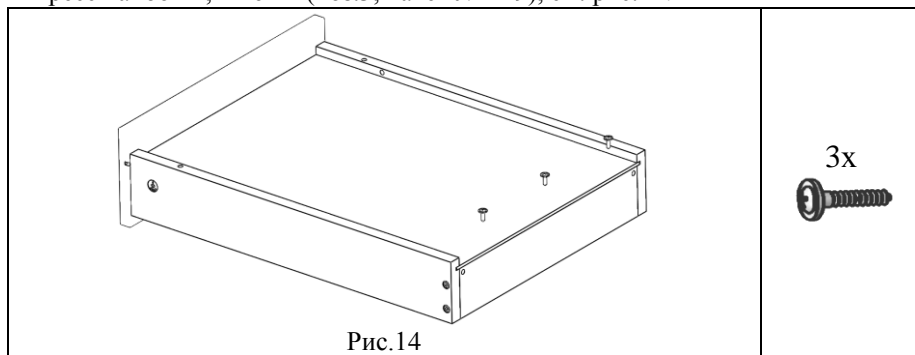

Рис. 14
5.2.5. К сборке по 5.2.4 снизу ящика прикрутить при помощи саморезов с прессшайбой 4,2x16мм (поз.3, пакет № 129), см. рис.14.